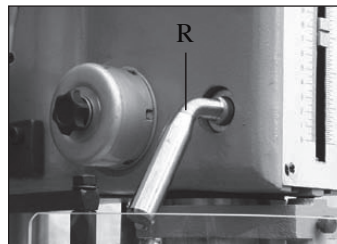

Rys.6
1. Po prostu uchwycić rączkę na pokrętle C-rys.6, i pokręcać.